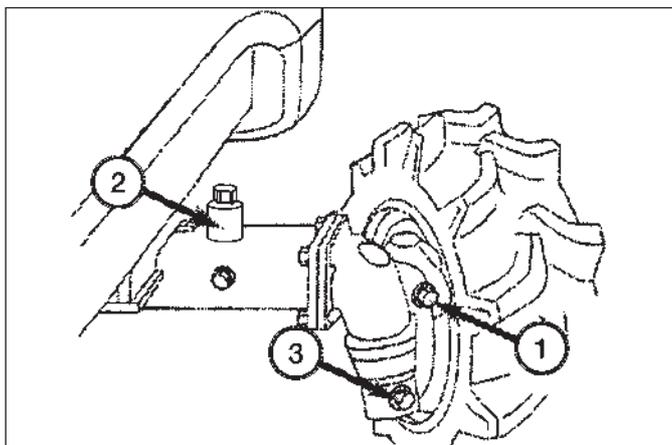

FIG. 6-11
**FIG.6-11: Pour vérifier le niveau d'huile** – Garez le tracteur sur un sol de niveau et retirez le bouchon de niveau d'huile, 1. L'huile doit affleurer ou être légèrement sous l'ouverture du bouchon de niveau. Retirez le bouchon de remplissage, 2, et ajoutez l'huile jusqu'à ce qu'elle sorte de l'ouverture du bouchon de niveau. Remontez le bouchon de niveau et le bouchon de remplissage.